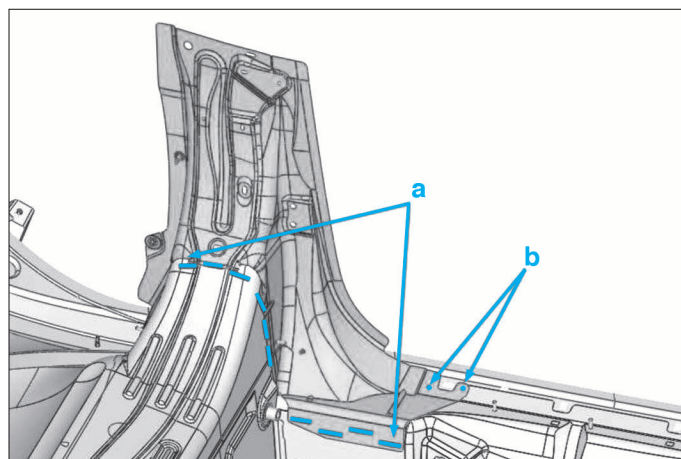

FIG. 82
- Découper les 10 cordons de soudure de suivant la ligne (a) (Fig.82).
- Effectuer les 10 cordons de soudure (a) de 30 mm (cupro brasage) (Fig.82).